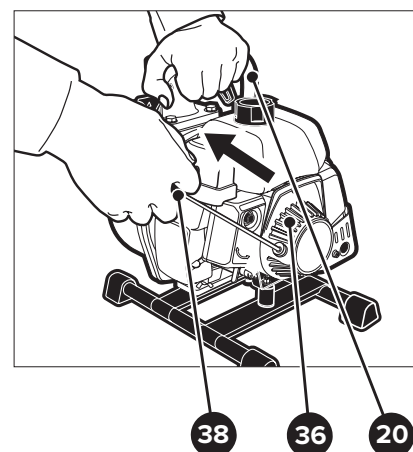

Рисунок 11 — Запуск двигателя мотопомпы
• Удерживая мотопомпу за рукоятку 20 (см. рис. 11), медленно вытягивайте на себя пусковую рукоятку 38 ручного стартера 36 до того момента, когда Вы почувствуете сопротивление. Это точка «компрессии». Затем верните пусковую рукоятку 38 в исходное положение и резко потяните на себя. Не вытягивайте тросик пусковой рукоятки 38 до конца. После запуска двигателя 22 дайте пусковой рукоятке 38 плавно вернуться в исходное положение, придерживая ее при этом рукой.